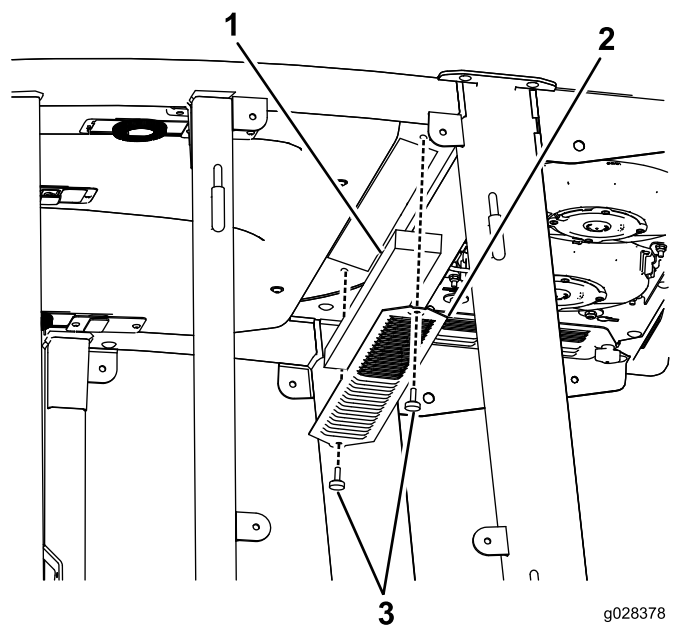

Figura 137
3. Togliete il tetto della cabina rimuovendo i 22 bulloni che fissano il tetto (Figura 137).
4. Togliete i filtri dell'aria (Figura 137).
5. Rimuovete e pulite le serpentine refrigeranti (Figura 137).